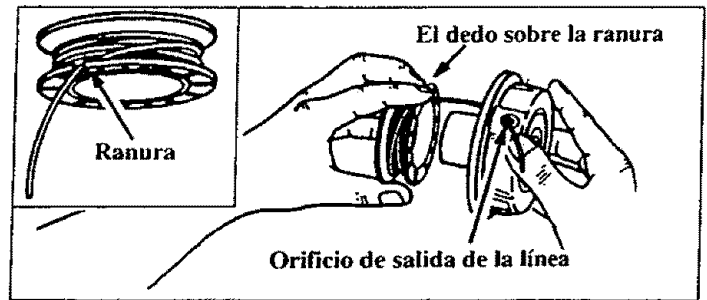

Figura 15
- e. Enganche la línea en la muesca del carrete. Figura 15 (recuadro). Deje aproximadamente 4 pulgadas de línea colgando del carrete.
- f. Coloque su dedo índice sobre la línea y la muesca como se muestra en la Figura 15. Inserte el extremo de la línea en el orificio de salida de la línea. Figura 15.
- g. Alinee la línea y la muesca con el orificio de salida de la línea. Figura 15. Coloque el carrete en el cubo. Asegúrese que la línea de corte no quede atrapada entre el borde del carrete y el cubo.